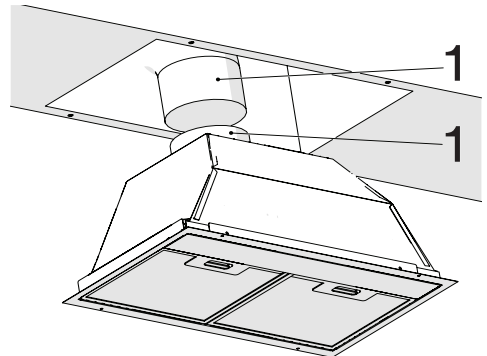

Abb. 4
- Bringen Sie das Abluftrohr am Abluftkanal an und befestigen Sie es mit der Klemme (Abb. 4)